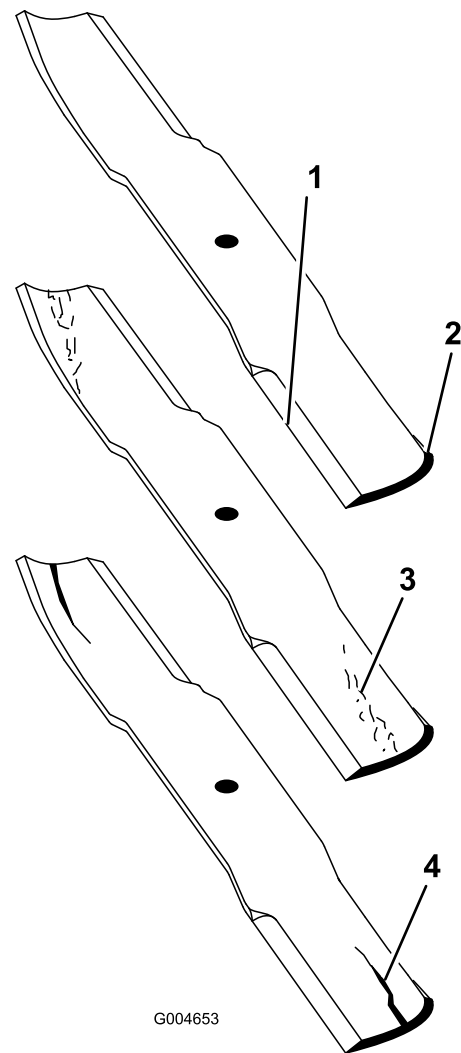

Figure 71
1. Examinez le tranchant des lames (Figure 71). Si les lames ne sont pas tranchantes ou si elles présentent des indentations, enlevez-les et aiguissez-les (voir Aiguisage des lames).
2. Inspectez les lames, surtout la partie relevée (Figure 71). Remplacez immédiatement toute lame endommagée, usée ou qui présente une entaille (Figure 71).